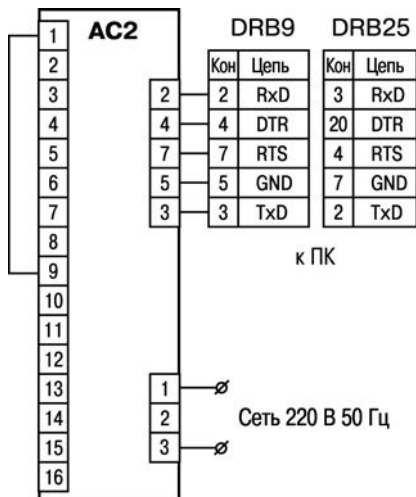

Рисунок 6.1
6.2.2 Если при запуске программы на ПК в правом нижнем углу экрана выдается сообщение об ошибке, то необходимо проверить правильность подключения линий связи. Для этого последовательно выполните следующие действия. Отключите от первого канала прибор и установите вместо него перемычку между клеммами 1 и 9 (рисунок 6.1).